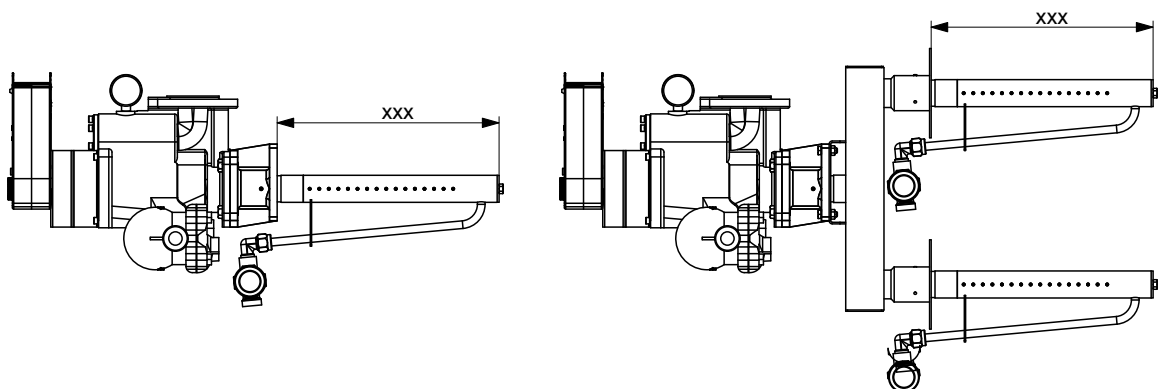

Abb. 22: Längenangabe Dampfrohr DL40
- **178:** Länge 178 cm ab Ventil- bzw. Kollektorflansch (siehe Mass "xxx" in Abb. 22)